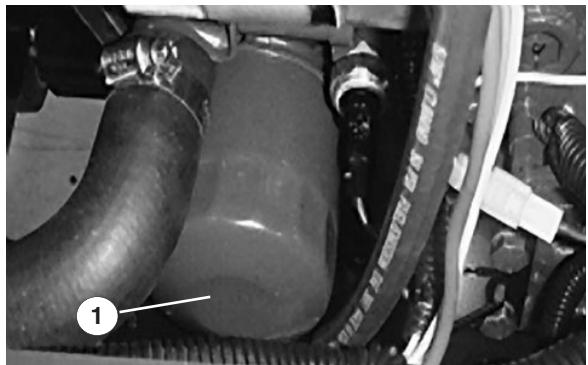

Bild 22
5. Entfernen Sie den Öl filter und bauen Sie einen neuen ein (Bild 22).